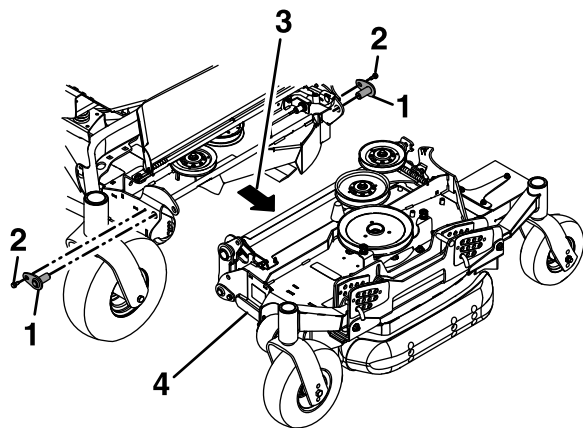

Figure 86
12. Retirez et conservez les boulons qui fixent les axes de pivot supérieurs au tablier, et retirez les axes de pivot (Figure 86).
13. Tirez le tablier latéral vers l'extérieur pour le séparer du tablier central (Figure 86).
Alignez et insérez les axes de pivot supérieurs à l'avant et l'arrière du tablier, et fixez-les en place avec les boulons retirés précédemment (voir Figure 86).